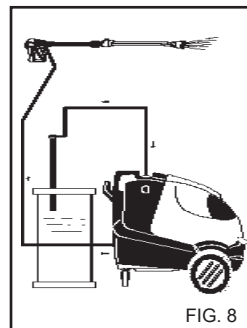

FIG. 8
3. После использования мощного вещества, промойте контур. Поместите шланг всасывания мощного вещества (рис. 8) в бак с чистой водой и запустите насос на 1 минуту с полностью открытым дозатором и пистолетом, находящейся в положении подачи.